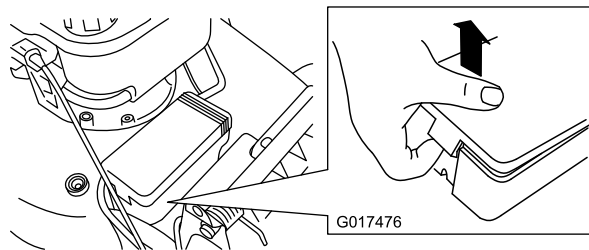

Рисунок 31
2. Расфиксируйте оба торца крышки аккумулятора и снимите его (Рисунок 31).